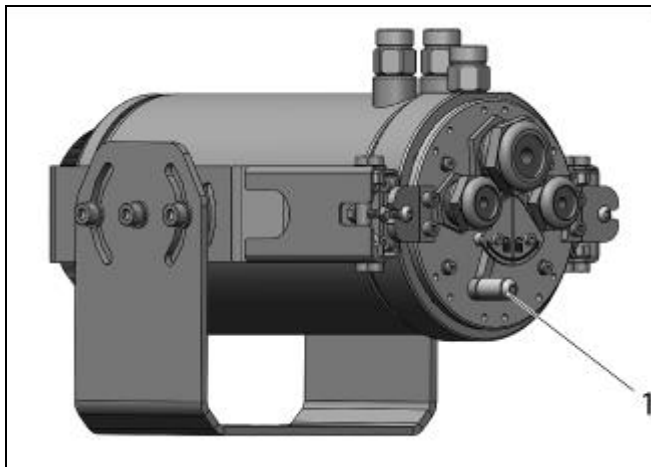

Abbildung 34: Rückansicht CoolingJacket mit Verriegelungshebel
6. Schieben Sie den Verriegelungshebel nach links (Symbol: ) , damit das Chassis exakt an der Innenfläche des Gehäuses anliegt (**Abbildung 34**).
4. Schieben Sie den Verriegelungshebel nach links (Symbol: ) , damit das Chassis exakt an der Innenfläche des Gehäuses anliegt (**Abbildung 34**).